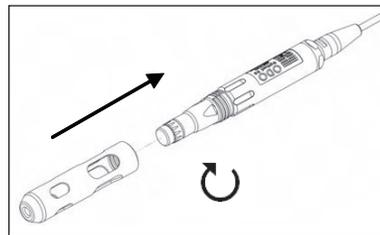

Figura 4
3. reinstallare la protezione della sonda facendola scivolare con cautela sul sensore, avvitandola, quindi, sul gruppo cavo/sonda con una rotazione in senso orario (Figura 4);